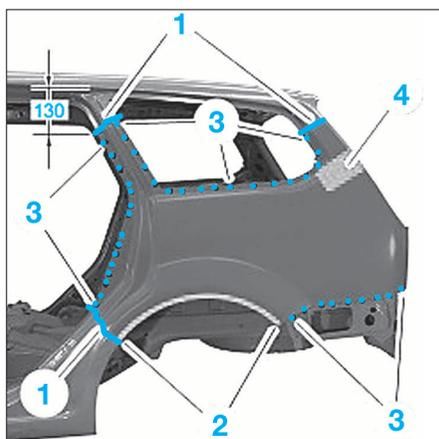

FIG. 70
- Découper selon les lignes de coupe (1) (Fig.70).
- Meuler le contour du passage de roue (2).
- Fraiser les points de soudure (3).
- Chauffer la zone (4) à 170° afin de décoller l'insonorisant.
- Souder en cordon continu sous protection gazeuse les zones (1) (Fig.70).